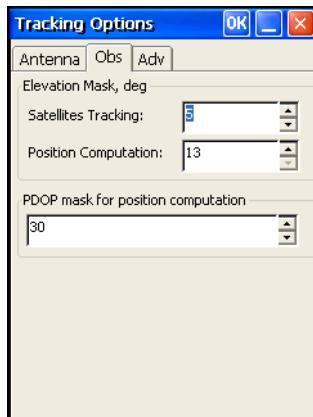

Рис. 3-13. Мaska возвышения для спутников, данные которых используются при расчете местоположения приемника
- Выберите вкладку *Observation* и установите *Elevation mask* (*Маску возвышения*) 15 градусов, чтобы не использовать при определении местоположения данные со спутников, уровень возвышения которых над горизонтом меньше заданного значения (Рис. 3-13), а также введите параметр *PDOP mask* (*Маска PDOP*), после чего нажмите **OK**.